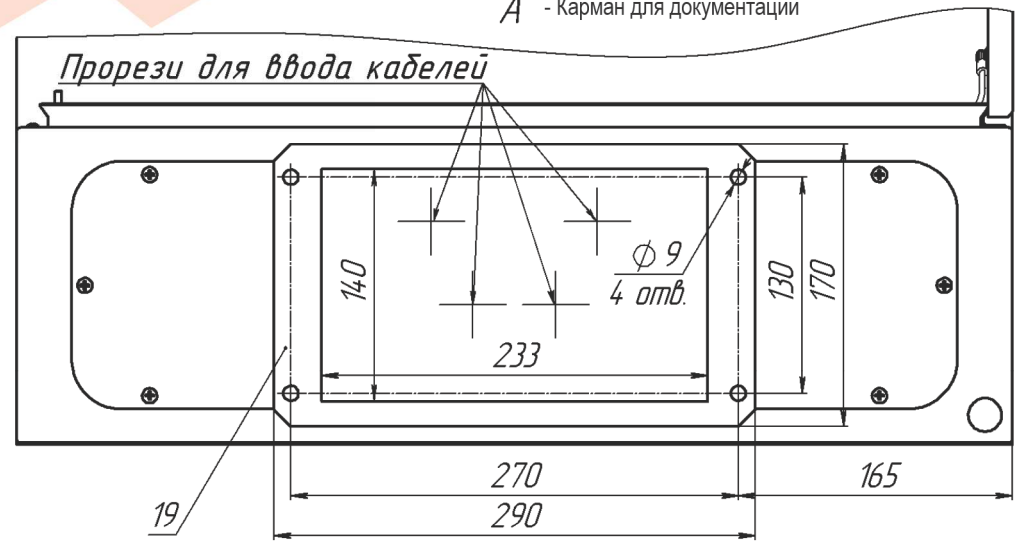

Рис. 1 Устройство термощафа (дверь открыта на 90°)
- снять оптический кросс с кронштейна, ослабив крепежные винты В1 и В2 (рис.1);
7. Подать напряжение питания 220В АС на клеммы Х1, при этом фазный провод (L) соединить с контактом 1.1, нулевой провод (N) с контактом 2.1.
Состав изделия: (рис.1)